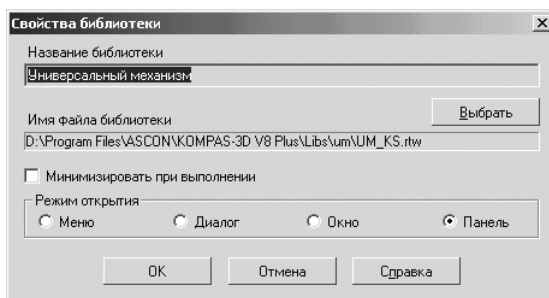

Рис. 1.4. Диалоговое окно **Свойства библиотеки** с вызванной библиотекой **UM_KS.rtw – Универсальный механизм**
- щелкните в раскрывшейся папке **um** по библиотеке (системе) – **UM_KS.rtw**. Появится диалоговое окно **Свойства библиотеки** с вызванной библиотекой **UM_KS.rtw** – **Универсальный механизм** (рис. 1.4);